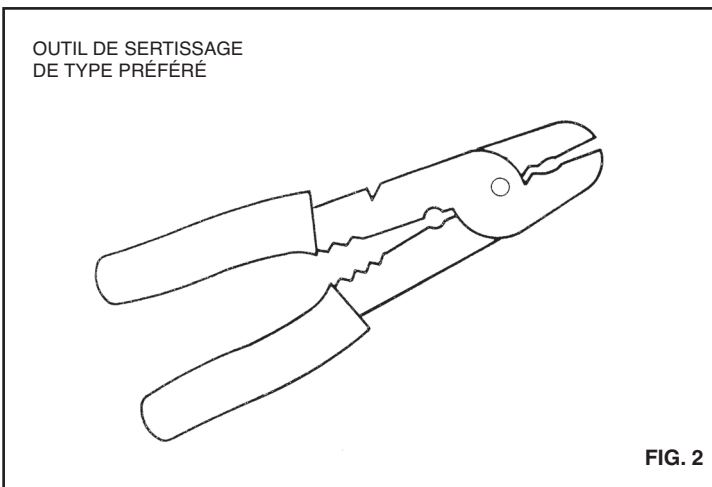

FIG. 2
2) Dénudez les fils de connexion sur une longueur d'environ un quart de pouce. Sertissez les embouts fournis sur le fil de polarité correspondante; pour cela, utilisez l'outil recommandé, montré sur la figure 2. Branchez les fils de connexion aux bornes de la pompe, chaque fil à la borne de polarité correspondante. Si les fils sont mal branchés, la pompe va marcher en sens inverse et ne pompera pas.